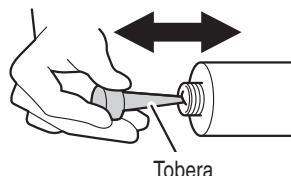

Fig. 18
(2) Remueva la tobera y use el extremo cortado para romper la membrana de dentro del cartucho, luego devuélvala a su posición original. (Fig. 18)